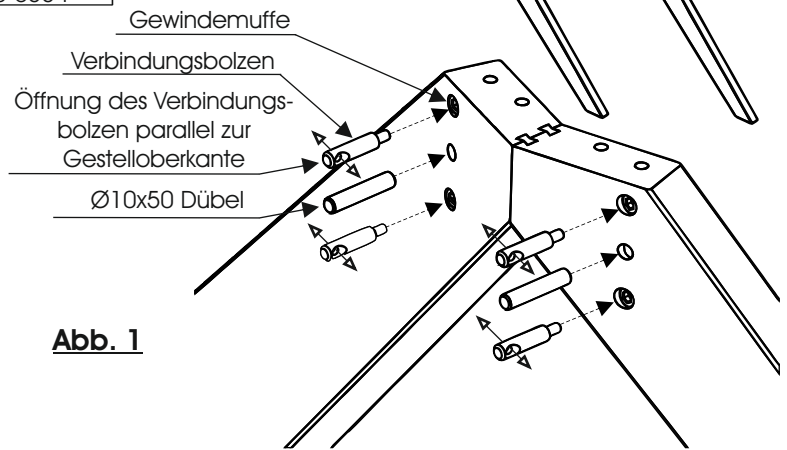

Abb. 1
2. Drehen Sie in beide Fussgestelle die Verbindungsbolzen ein. Die Bolzen werden in die Gewindemuffen des oberen, mittleren Bereichs des Stollens eingeschraubt. Achten Sie darauf, dass die Öffnung der Bolzen parallel zur Gestelloberkante gerichtet ist. Drücken Sie zudem in jedes Gestell zwei Ø10x50mm Dübel ein. (Abb. 1)